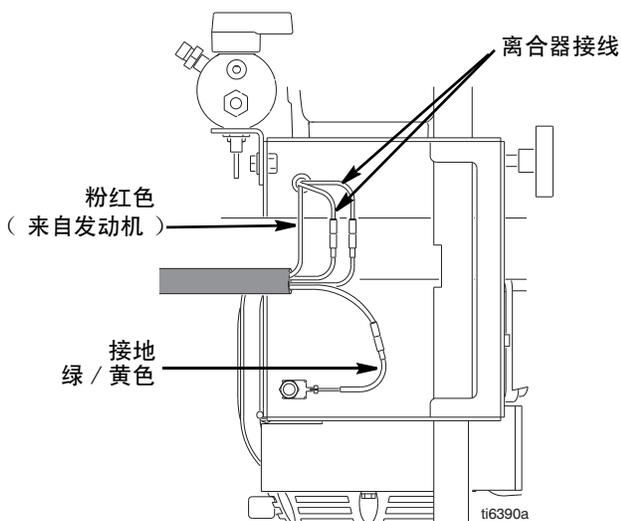

图 12
2. 图 12. 断开所有必要的接线。
3. 图 12. 连接所有必要的接线。
2. 图 12. 将销针 (31) 推入孔内。将固定弹簧圈完全推入连杆四周的凹槽内。